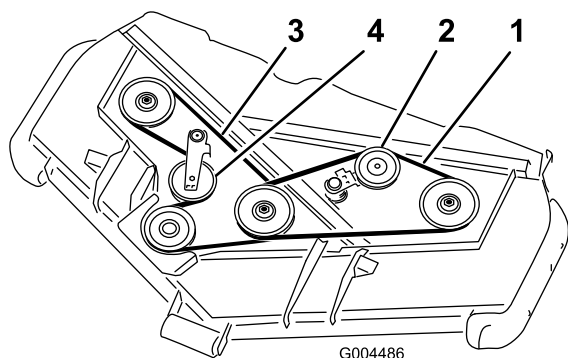

図 18
3. パールなどの工具を使って上ベルト用アイドラプーリ(図 18)をベルトから引き離してベルトの張りをなくす。
4. 図 18 のように、ギアボックスプーリ、下ベルト用スピンドルプーリ、アイドラプーリに新しいベルトを回しかける。
5. 図 18 のように、上ベルト用スピンドルプーリとアイドラプーリアセンブリに新しいベルトを回しかける。